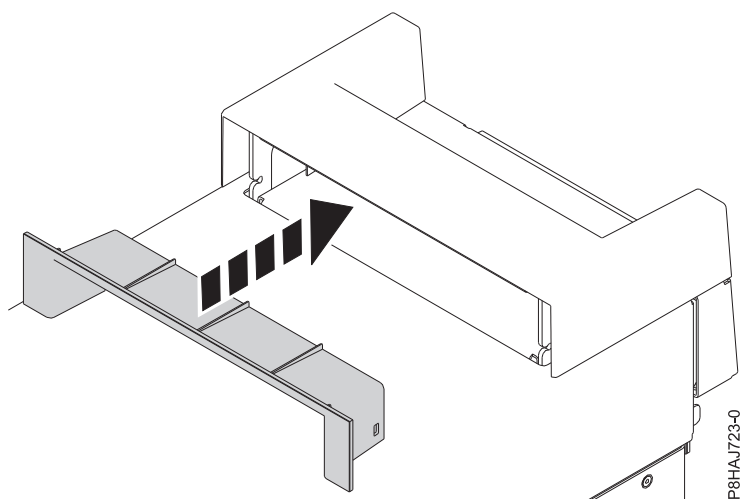

図 32. 8286-41A スタンドアロン・システムのハンドル・カバー内の断片の差し込み
2. ハンドル・カバーの断片をしっかりとハンドル・カバーに押し込んで、断片をハンドル・カバー内に差し込みます (52 ページの図 32 を参照)。